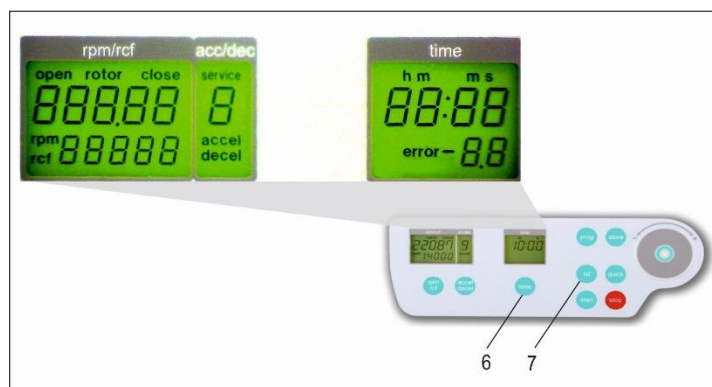

Abbildung 5
Dazu öffnen Sie den Zentrifugendeckel und schalten den Hauptschalter aus. Schalten Sie dann den Hauptschalter wieder ein. Für ca. 3 Sekunden erscheint im Display die aktuelle Software-Version und der Gerätetyp (siehe Abbildung 4). Drücken Sie innerhalb dieser Zeit gleichzeitig die Tasten „time“ (6) und „lid“ (7). Daraufhin wird für ca. 3 Sekunden ein Displaytest durchgeführt, bei dem alle möglichen Anzeigen gleichzeitig erscheinen (siehe Abbildung 5).